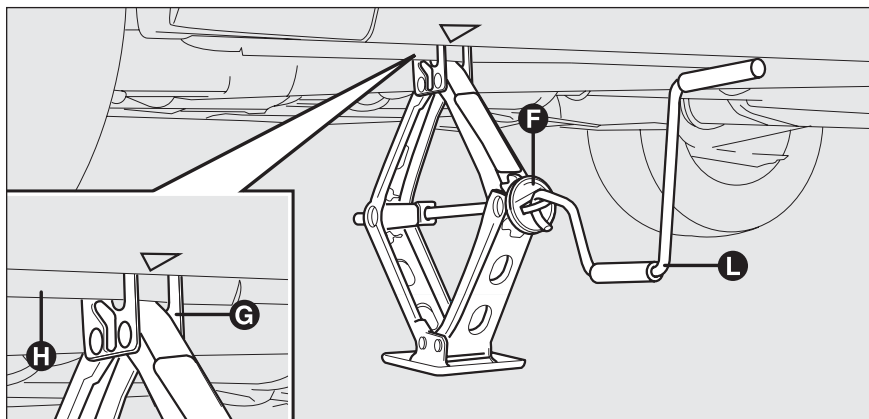

fig. 4
- actionner le dispositif **F - fig. 4** de manière à détendre le cric, jusqu'à ce que la partie supérieure du cric **G - fig. 4** s'engage correctement à l'intérieur du dispositif de retenue **H - fig. 4** ;
- introduire la manivelle **L - fig. 4** pour pouvoir actionner le cric et soulever le véhicule, jusqu'à ce que la roue se souleve du sol de quelques centimètres ;
- actionner la manivelle **L** - **fig. 4** du cric de manière à baisser la voiture et enlever le cric ;